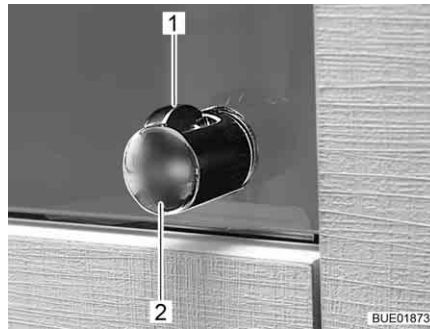

Bild 40 Griff mit Entriegelungsknopf
- Entriegelungsknopf (Bild 40,1) drücken und gedrückt halten.
- Am Griff (Bild 40,2) ziehen, bis die Möbelklappe offen ist.